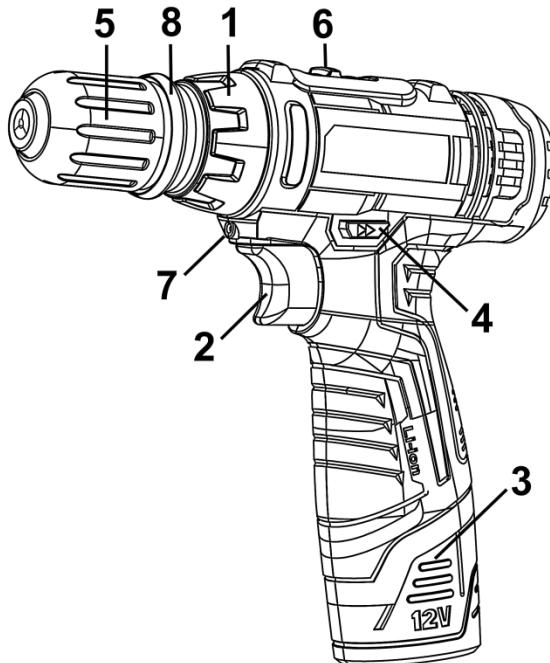

Рисунок 1
4.1.2 Встановіть необхідний крутний момент за допомогою кільця регулятора моменту затягування (1) (рис. 1).
4.3 Для включення виробу натисніть на клавішу вимикача (2), (рис. 1). Для відключення виробу слід клавішу відпустити. Регулювання швидкості обертання патрому здійснюється ступенем натискання на клавішу вимикача.